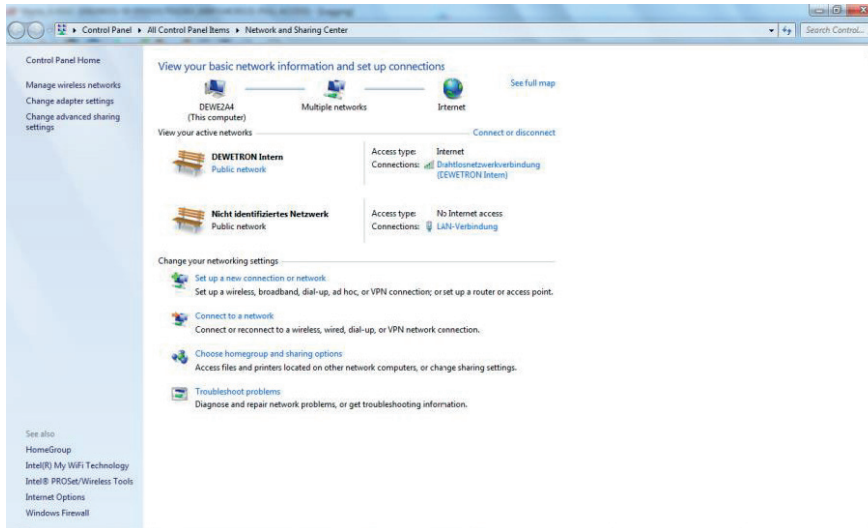

Abb. 6: *Windows Netzwerk- und Freigabecenter*
1. *Windows Netzwerk- und Freigabecenter* öffnen (Abb. 6).